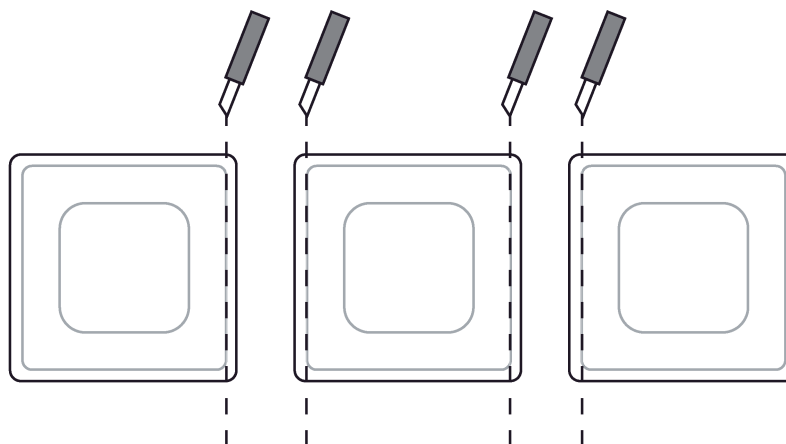

Figure 3: Découpe des pastilles adhésives pour les combinaisons multiples
- i** Pour les combinaisons multiples, les faces aboutées des pastilles adhésives doivent être coupées le long du préperçage externes à l'aide d'une règle et d'un cutter (figure 3).